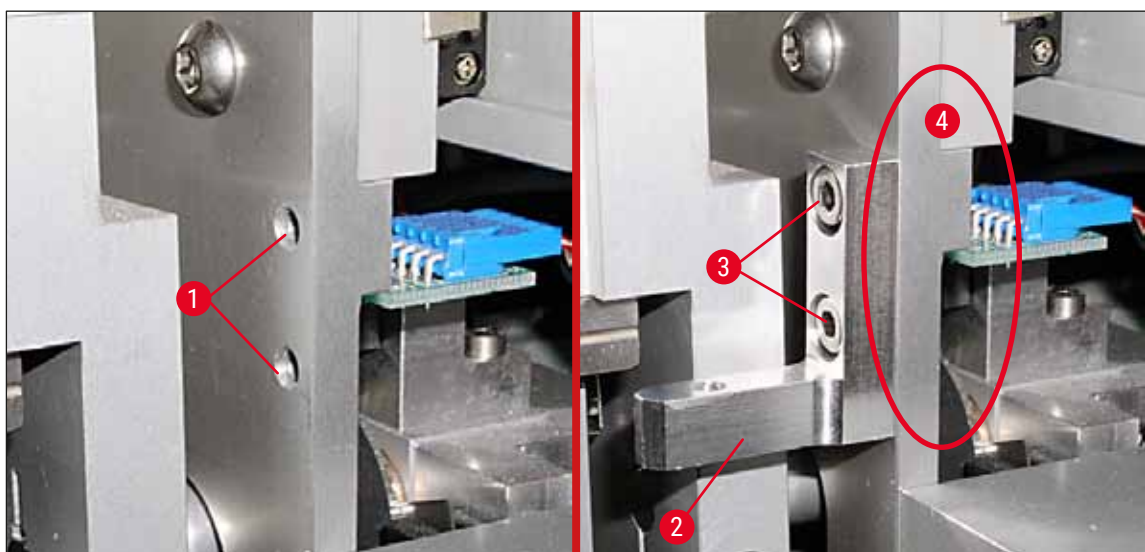

Fig. 21
2. Fest først monteringsbraketten (→ Fig. 21-2) i boringene (→ Fig. 21-1) i husveggen (→ Fig. 21-4) ved hjelp av de to skruene (→ Fig. 21-3). Kontroller at monteringsbraketten er parallell med kanten på husveggen (ellipse, (→ Fig. 21)).
2. Hvis kanten av objektglasset berører lokket på børsteholderen, kan du utføre en finjustering etter at du har skrudd løs skruene (→ Fig. 21-3) på husveggen (→ Fig. 21). For å gjøre dette utnyttes klaringen i hullene.